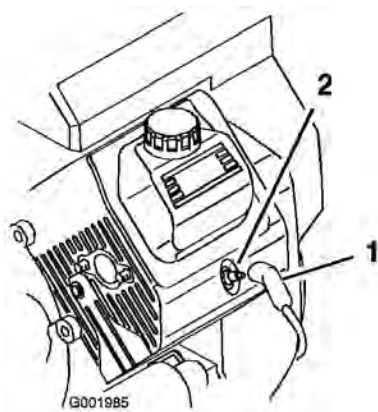

Figure 49
3. Débranchez les fils des bougies (Figure 49).
3. Rebranchez les bougies (Figure 49).